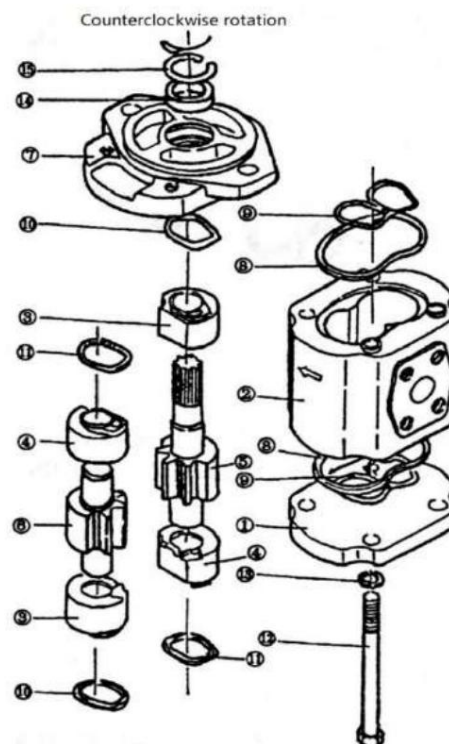

Figura 9-3. Girando la bomba de engranajes en sentido antihorario.
Retírelo (véase la figura 9-3).
- La figura 9-3 muestra la secuencia para una fácil verificación.